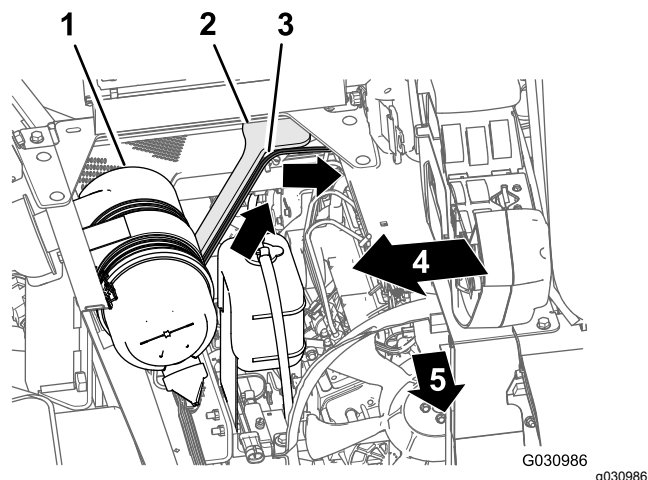

Figura 136
1. Passe a secção com 165 cm da cablagem por cima e para a parte traseira do compartimento do motor, ao lado do suporte direito para o resguardo do motor — à frente da conduta que liga o filtro do ar e o motor (Figura 136).